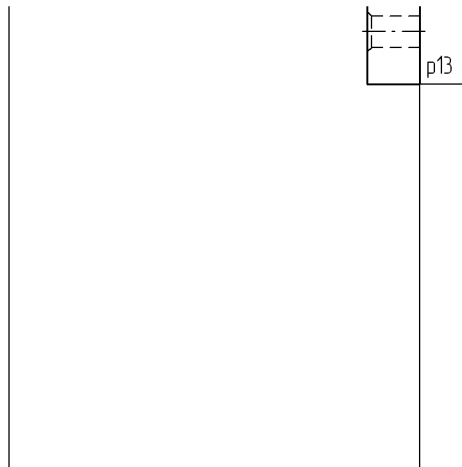

Рис. 51.48.
3. Переместите изображение на экране вверх, чтобы на экране отображалось свободное пространство листа, на котором будет выполнено построение проекции (рис. 51.48).